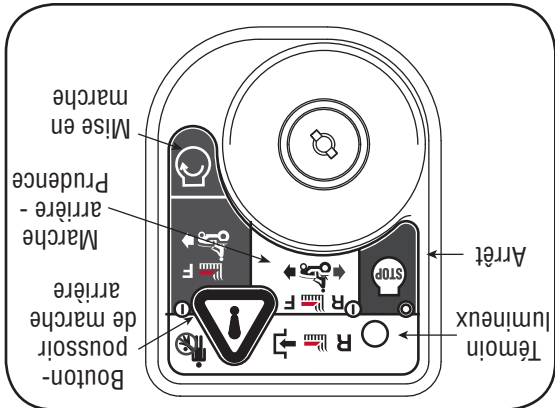

Figure 4-5
2. Déplacez la clé de la position « **NORMAL MOWING** » (Tonte normale) à la position « **REVERSE CAUTION MODE** » (Jaune) (Marche arrière - Prudence). Voir la Figure 4-5.